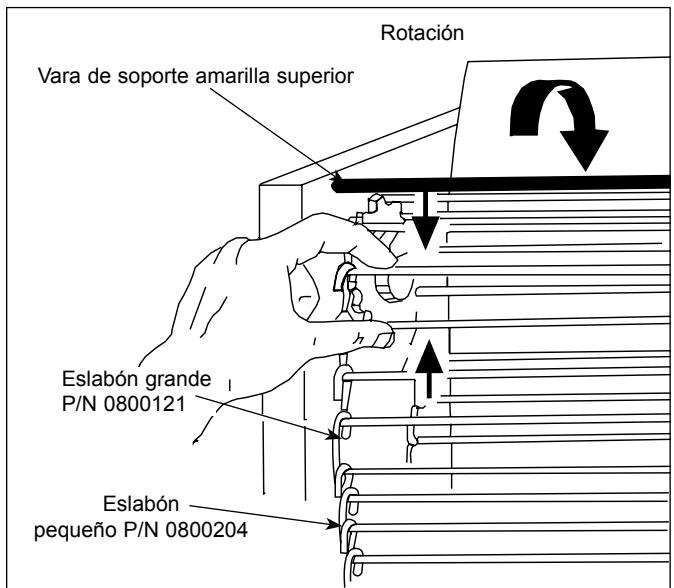

Figura 12. Eliminación de un eslabón de la cadena del transportador
6. Desconecte la cadena de la correa del transportador apretando un par de eslabones juntos y desenganchando ambos extremos de uno (Figura 12).